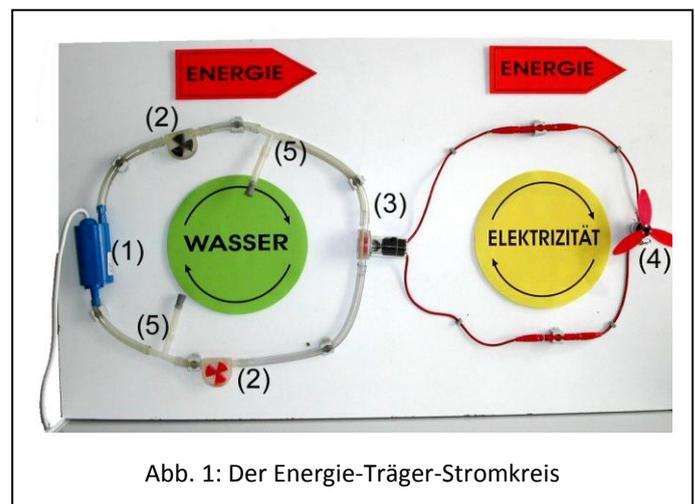

Abb. 1: Der Energie-Träger-Stromkreis
Energie strömt nie allein, bzw. wird nie allein ausgetauscht, sondern immer mit einer zweiten physikalischen Größe zusammen. Diese zweite Größe kennzeichnet die „äußere Erscheinungsform“ des Energietransports. Um die Energie klar von den begleitenden Größen zu unterscheiden, wurde der in Abbildung 1 dargestellte Versuchsaufbau (108.0700) entwickelt, durch den die Schülerinnen und Schüler diesen Unterschied bildhaft erleben können: Eine mit einem Netzgerät verbundene Pumpe (1) treibt Wasser an, das Wasser einen „Wassergenerator“ (3) und dieser einen elektrischer „Lüfter“ (4). Da ein Propeller zum Antrieb Energie benötigt, kann der „Weg“ der Energie zurückverfolgt werden: sie kommt vom „Wassergenerator“, von der Pumpe, vom Netzgerät bzw. von einem Kraftwerk,.... Die Energie ist das, was durch alle Stationen hindurch geht. Dies wird durch die Energiepfeile symbolisiert (Abb. 2). Auf diese Weise wird der „Erhaltungsaspekt“ der Energie betont. Das Wasser und die Elektrizität nehmen dagegen *andere Wege*: sie strömen im Kreis. Deshalb werden zwischen Pumpe und Turbine *zwei* Schläuche, zwischen Generator und Lüfter *zwei* Kabel benötigt. Dass die Energie und die zweite am Energietransport beteiligte physikalische Größe *unterschiedliche Wege* nehmen, ist ein entscheidendes Kriterium, durch das wir die Energie von den sie begleitenden Größen unterscheiden können. Die Tatsache, dass Energie nie alleine strömen kann, sondern immer zusammen mit einer zweiten Größe strömen muss, können wir durch
Fragen wie: „Worin unterscheidet sich eigentlich das Wasser in Abbildung 1 vor und nach dem Wassergenerator?“ „Worin unterscheidet sich die Elektrizität vor und nach dem Lüfter?“ führen zu den Begriffen „Druck p “ und „elektrisches Potenzial φ “. Beide physikalische Größen haben eine analoge Bedeutung: sie geben an, wie viel Energie von dem jeweiligen Energieträger transportiert wird. Ihre Differenz Δp bzw. $\Delta\varphi$ gibt an, wie viel Energie in einem System vom Wasser bzw. von der Elektrizität aufgeladen, bzw. abgeladen wird. In der angegebenen Literatur wird ausführlich dargelegt, wie diese im Anfängerunterricht bildhaft eingeführten Konzepte im weiterführenden Unterricht immer weiter geschärft und präzisiert werden können. In Abbildung 3 und 4 ist das Energie-Träger-Konzept übersichtsartig zusammengefasst.